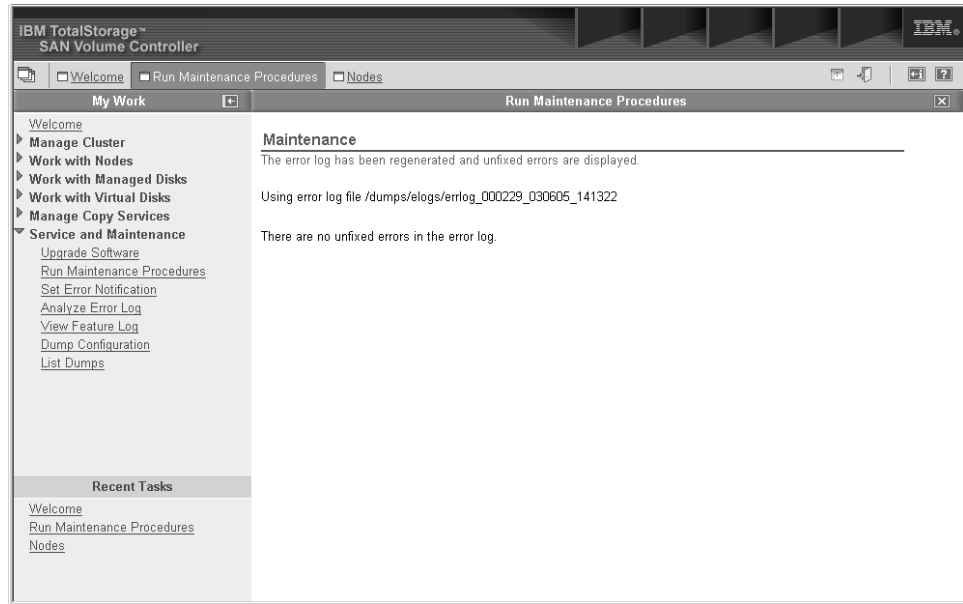

图 55. 看到没有错误时所显示内容的示例
- 单击 Exit。如果其它错误需要修正，则此时显示这些错误，并且引导维护过程将继续。如果没有错误，您将看到如图 55 所示的内容。